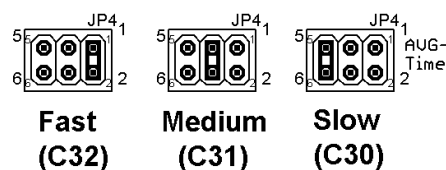

Bild 13
3. Die Regelgeschwindigkeit der automatischen Verstärkungsregelung (AVG-Time): C30 (slow) bis C32 (fast) können an JP4 gewählt werden (Bild 13).